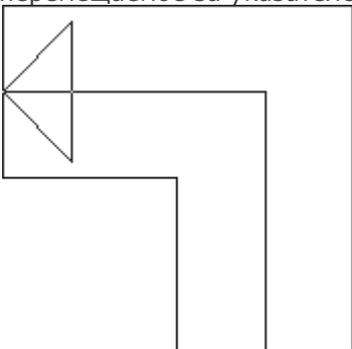

Рис. 4.15. Фантом L-образной лестницы с площадкой
2. Из группы команд для построения лестниц на вертикальной панели инструментов вызовите команду Лестница с площадкой, L-образная (дерево). На плане сразу появится фантомное изображение лестницы данного типа, свободно перемещаемое за указателем (рис. 4.15).